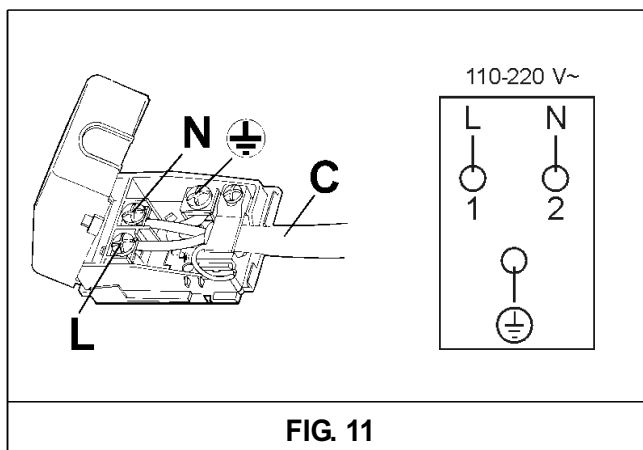

FIG. 11
- aplique ao cabo de alimentação "C", se estiver desprovido (ver a fig. 11), um plugue normalizado adequado para a carga indicada na etiqueta de identificação. Ligue os fios respeitando o esquema da fig. 11 tendo o cuidado de respeitar as correspondências indicadas.